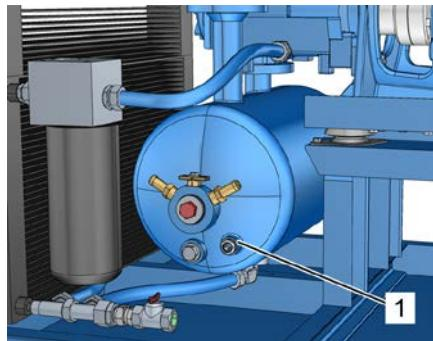

Рис. 33: Проверка уровня охлаждающей жидкости через смотровое отверстие
7. Проверьте уровень охлаждающей жидкости через смотровое отверстие ( Рис. 33/1) и при необходимости долейте охлаждающую жидкость, как описано в ⇨ *Глава 8.4.2 «Проверка уровня охлаждающей жидкости / доливка охлаждающей жидкости» на странице 94.*